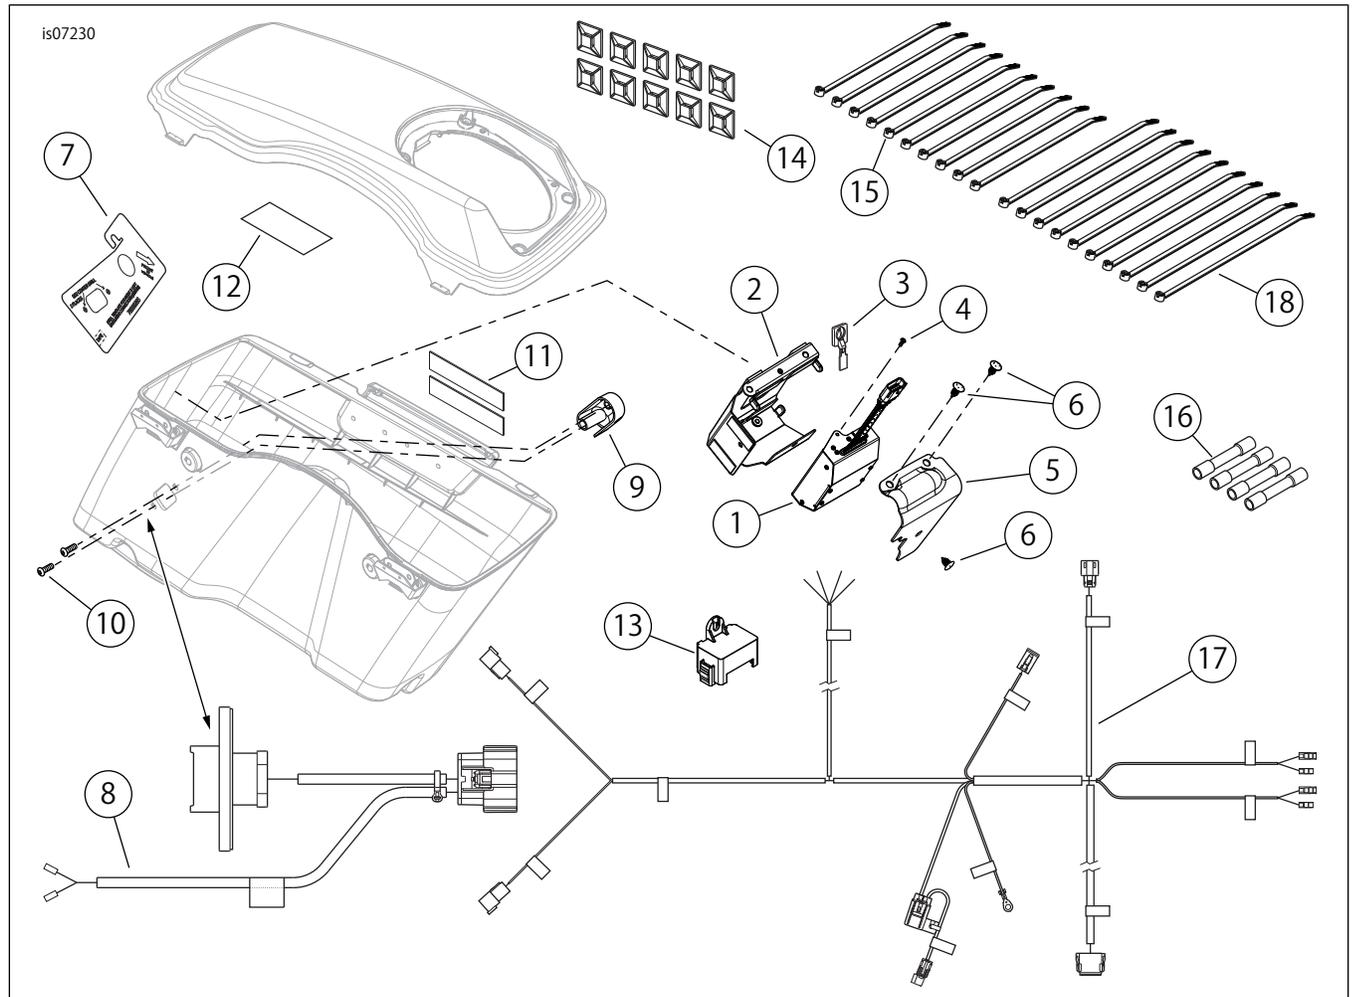

図7。交換用パーツ、Boom!オーディオスピーカー拡張キット
- サドルバッグスピーカーがインストールされていた場合：「RH S-BAG LOC 289」と記載された6ウェイコネクタ(3)を右サドルバッグから出るリセプタクルに挿入します。ワイヤーハーネスのレッグをサドルバッグサポートの上側の後部に取り付けます。サドルバッグスピーカーキットの取り扱い説明書に従って、必要に応じて、フォームサドルバッグラッチパッド(図7、アイテム11)を使用します。サドルバッグスピーカーを取り付けない場合、絶縁テープでコネクタを塞ぎます。「RH S-BAG LOC 289」と記載されたハーネスレッグをシート下部に巻きつけます。「ハーネスの取り回し」に進みます。全て。
- 「図7」を参照してください。キットからセカンダリーアンプワイヤーハーネス(17)を用意します。
- c. キットのシールドスプラインコネクタ(図7、アイテム16を参照)4個を使って、セカンダリーアンプワイヤーハーネスからの各配線をピンハウジングの対応する色の配線に接合します。
- c. キットのシールドスプラインコネクタ(図7、アイテム16を参照)4個を使って、セカンダリーアンプワイヤーハーネスからの各配線を車両のリアアンプハーネスの対応する色の配線に接合します。
ウェザーキャップ(図7、アイテム13を参照)が付属し、クリーニングや点検時にサドルバッグコネクタの密閉を外すことができます。
5. 「図7」を参照してください。キットから穴開け用テンプレート(7)を用意します。iPodモジュールリロケーションキットを取り付ける場合以外は、右側サドルバッグをテンプレートで変更しないでください。